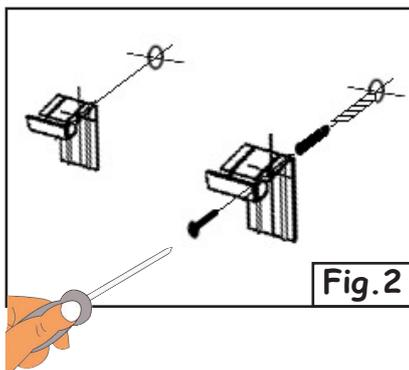

Fig.2
- ◆ Fijar las patas de fijación (fig.2).